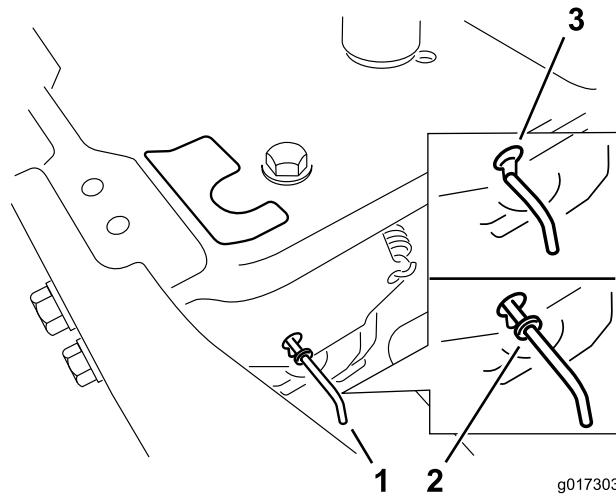

Figure 23
4. Déplacez les leviers de dérivation en avant dans l'encoche en trou de serrure, puis vers le bas pour les verrouiller en position, comme illustré (Figure 23). Assurez-vous de le faire pour chaque levier.
Déplacez les leviers de dérivation vers l'arrière dans l'encoche en trou de serrure, puis vers le bas pour les verrouiller en position, comme illustré (Figure 23). Assurez-vous de le faire pour chaque levier.